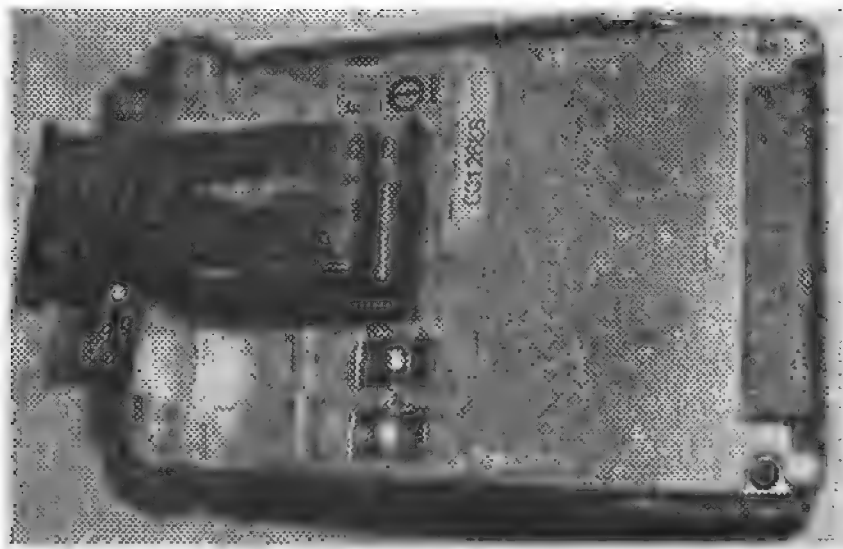

Рис. 6.31 Шаг 1
1. Снимаем аккумулятор и откручиваем миниатюрной крестообразной отверткой 2 винта у основания корпуса (вид на рис. 6.31).